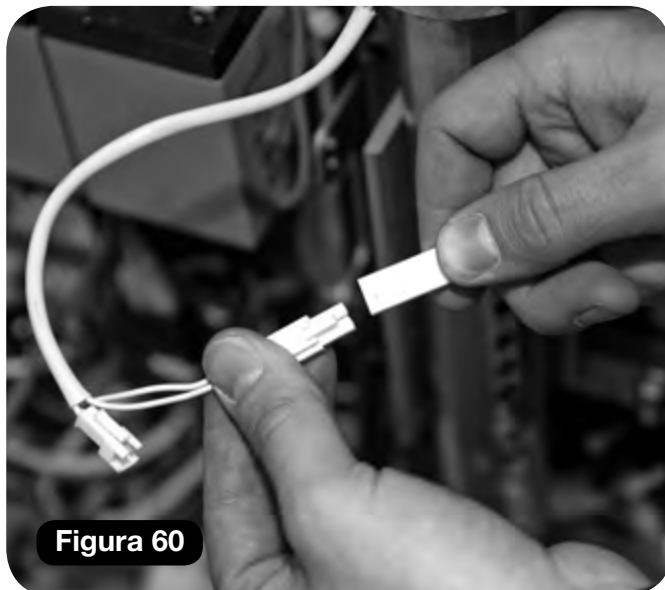

Figura 60
- d Conecte el asiento al conector del haz de cables del contacto de giro (blanco) **(Figura 60)**.